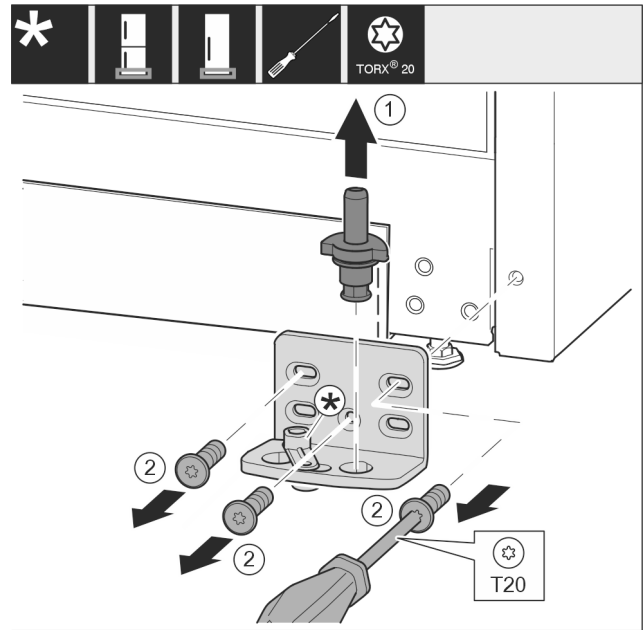

Fig. 14
- Visiškai ištraukite atraminį kaištį Fig. 14 (1) į viršų.
- Išsukite varžtus Fig. 14 (2) atsuktuvu ir nuimkite atraminę gembę.